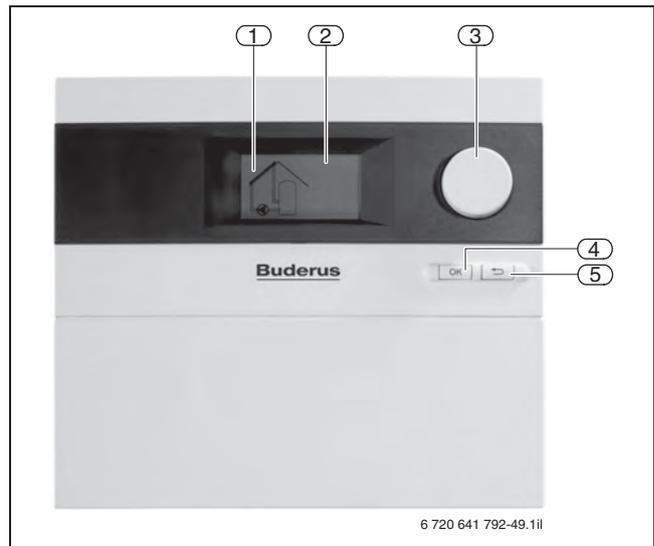

Fig. 56 Logamatic SC20
Con la manopola (→ fig. 56, pos. 3) è possibile richiamare i diversi valori dell'impianto (valori di temperatura, ore di esercizio, numero di giri delle pompe). I valori di temperatura vengono inseriti nel pittogramma mediante numeri di posizione.